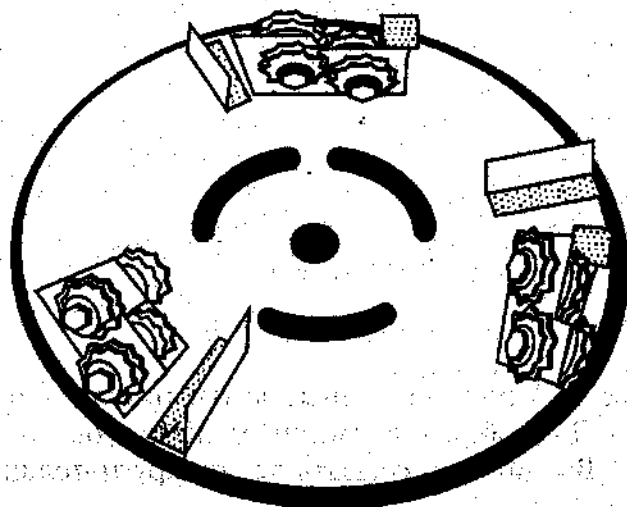

Рис. 29. Системный диск с ламелями
**Системные диски** (Wolff № 526440000, 526450000, 526400000, P00000002-04, рис. 29, 30, 31)